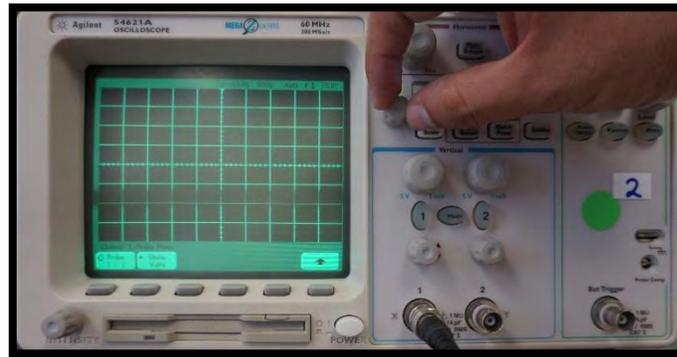

Figura D.9. Modificación de la escala del osciloscopio.
9. Con la perilla, se modifica la escala que entrega el osciloscopio, (figura D.9), en este caso se modificará a una escala de 10:1, que se encuentra inscrita en las puntas atenuadoras.